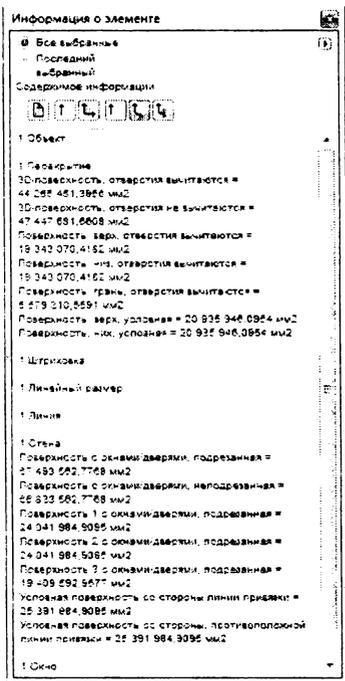

Рисунок 85
6. Нажата пятая кнопка – для конструктивных элементов выводятся площади поверхностей с учетом и без учета подрезок, проемов и отверстий (рис. 85).